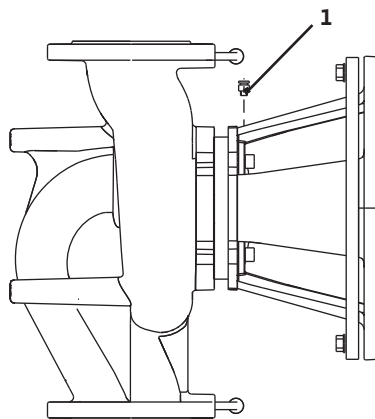

Fig. 16: Válvula de ventilação
- A válvula de ventilação (Fig. 16, Pos. 1) tem de estar sempre virada para cima.